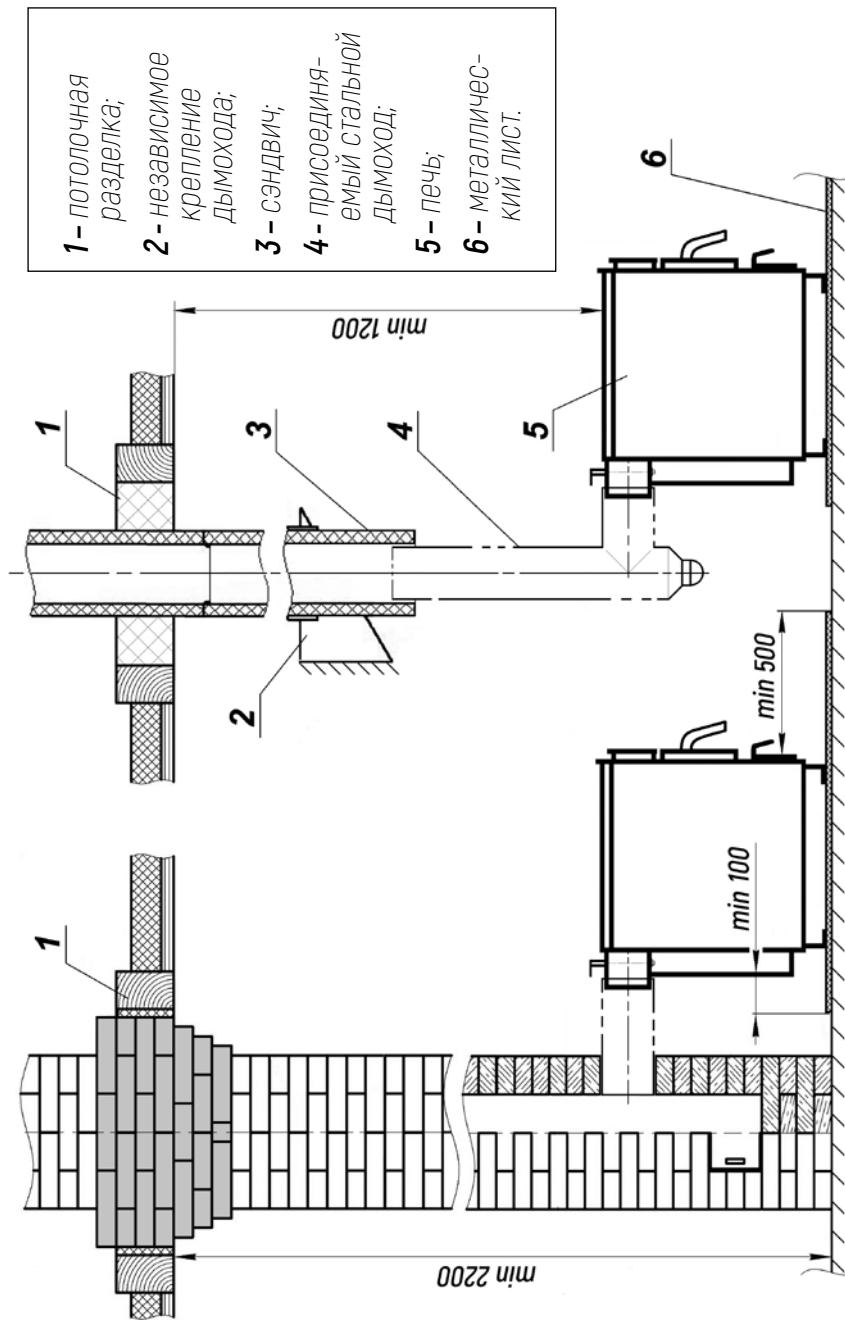

Рисунок 5. Схема монтажа печи и дымовой трубы.
4.8. Печь должна быть разгружена от веса дымовой трубы (поз.2 на рис.5).
4.9. Потолочная разделка (поз.1 на рис.5) выполняется из металлического листа в виде короба и изолируется термостойким, теплоизолирующим материалом толщиной не менее 10мм. Размеры разделки и расстояние в свету от наружной поверхности трубы до стропил, обрешеток и других элементов кровли следует уточнить у производителя дымоходов.